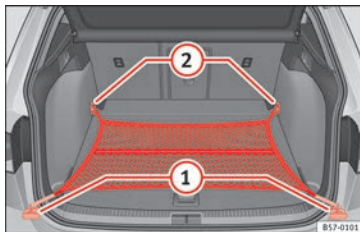

Abb. 158 Im Gepäckraum: flach eingehängtes Gepäckraumnetz.
- Heben Sie ggf. die vorderen Verzurösen » Abb. 158 ② an.
- Hängen Sie die Haken in die Verzurösen ② » » ⚠ ein. Der Reißverschluss des Gepäckraumnetzes muss dabei nach oben zeigen.
- Hängen Sie die Haken in die Verzurösen ① ein.